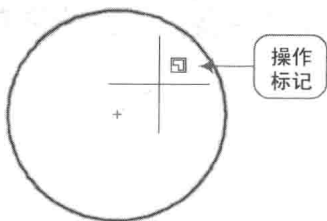

图 1-11 显示操作标记
2) 光标被提升为带有反映常用操作状态的标记,如图 1-11 所示。